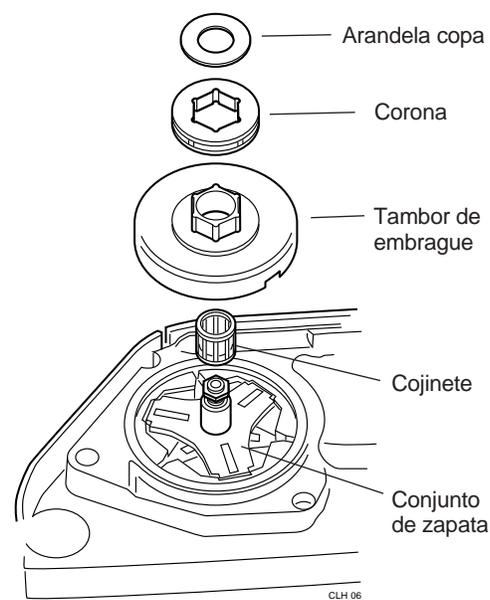

Figura 6.12 Conjunto de Tambor
Paso 5. Saque la arandela copa y a continuación el tambor y el cojinete del embrague. Si el piñón necesitara reemplazo, se puede extraer del tambor del embrague ahora (figura 6.12).